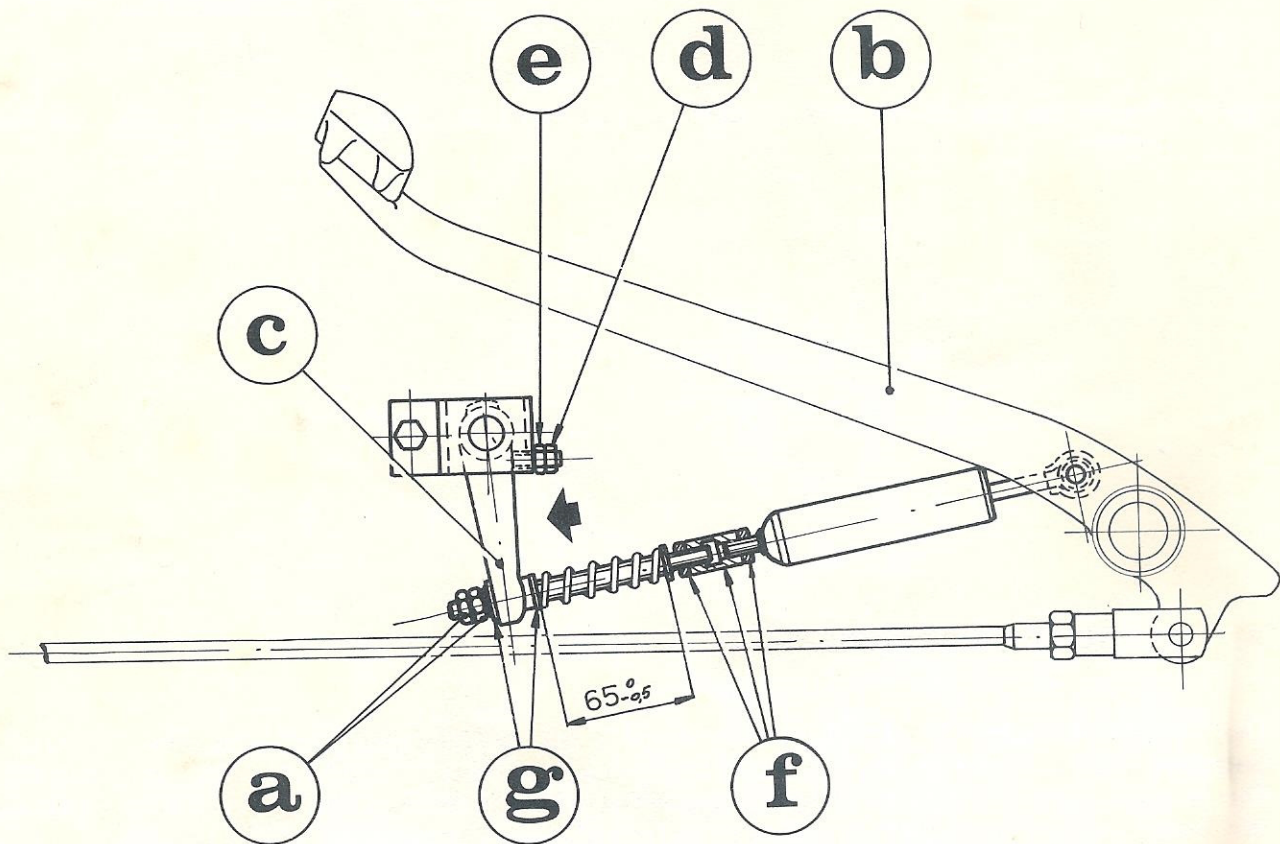

Fig. 3
- Mutter und Gegenmutter (a) registrieren, bis man das Abmass von  $65 \pm 0$  mm zwischen den Beilagscheiben, wie in Bild 3 angegeben, erhält.